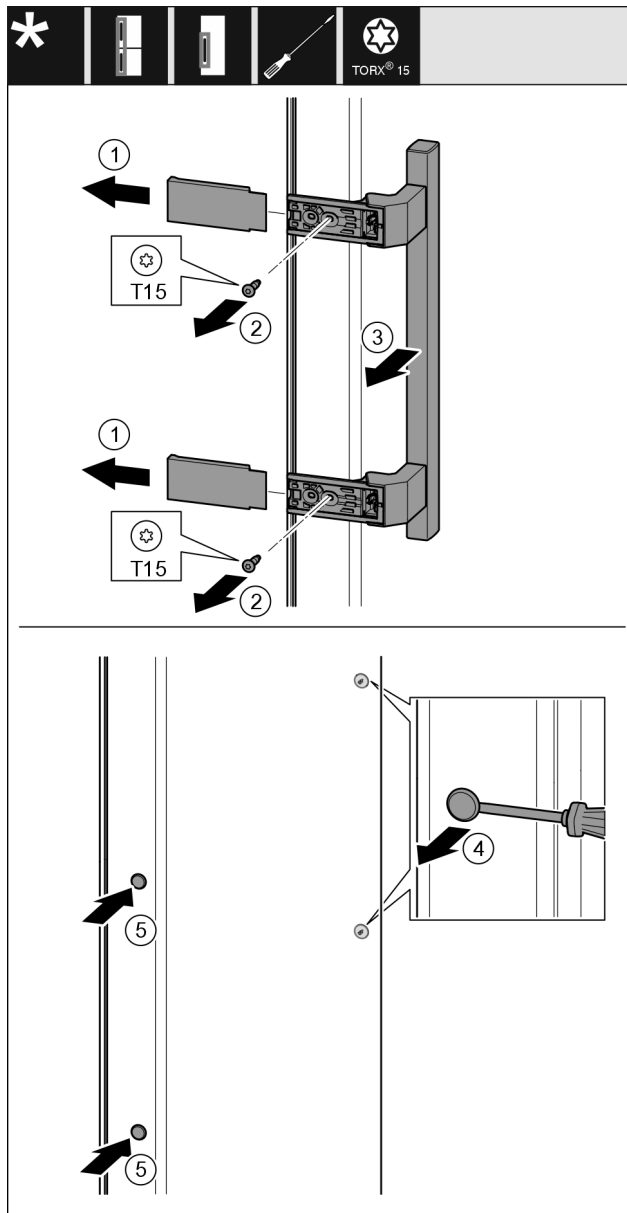

Fig. 25
- Húzza le a fedelet Fig. 25 (1).
- Tekerje ki a csavarokat Fig. 25 (2) csavarhúzóval.
- Vegye le a fogantyút Fig. 25 (3).
- Óvatosan emelje meg és húzza ki az oldalsó dugót Fig. 25 (4) lapos csavarhúzóval.
- Tegye vissza a dugót Fig. 25 (5) a másik oldalra.